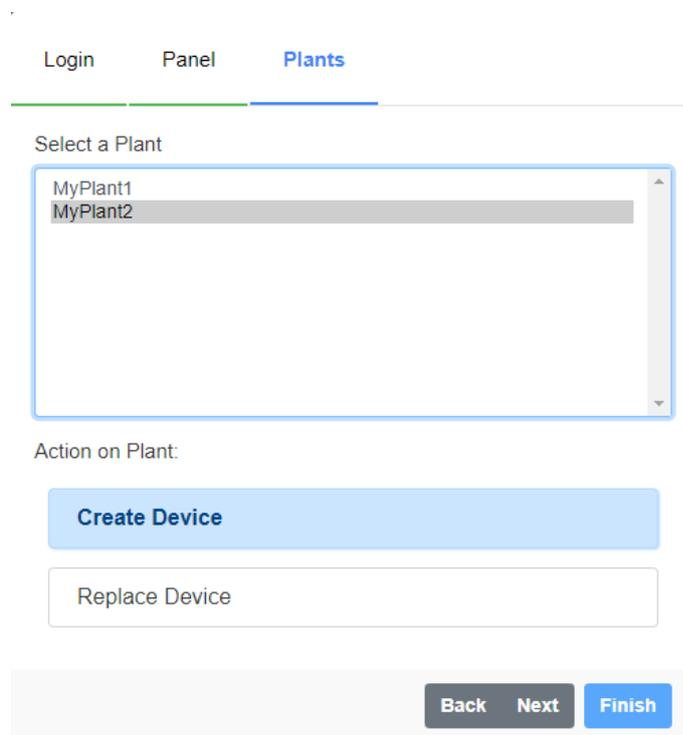

Figura 6.16: Ação na planta do MFM do Drive Scan
- avance para o **Passo 13** (se opção “Create Device” - Figura 6.16);